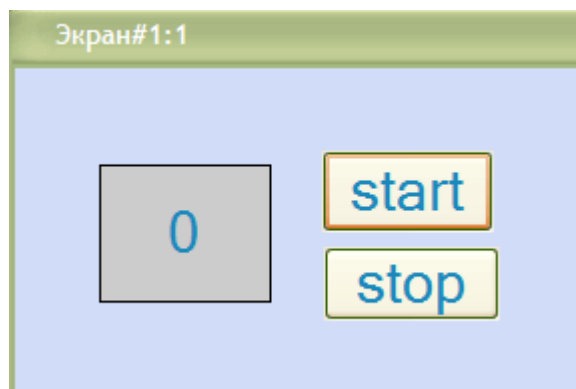

Рисунок 26.1 – Перед началом счета
12. Сохраните проект (*Файл* → *Сохранить*). Сохраните проект для монитора реального времени (*Файл* → *Сохранить для MPB*). Запустите профайлер (*Файл* → *Отладка*). Результат выполненного проекта смотрите на рис. 26.1 и рис 26.2.